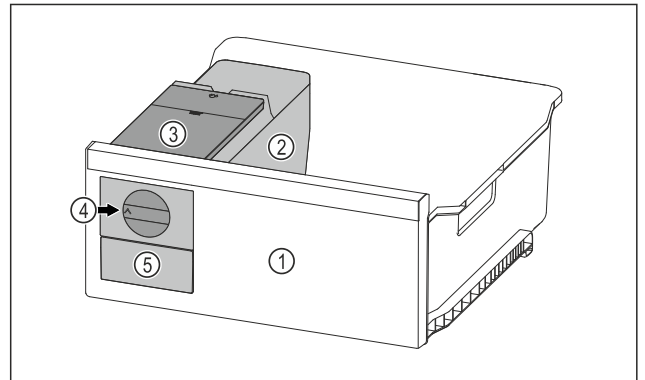

Fig. 179 Példaként szolgáló ábrázolás
- ▶ A forgógombot Fig. 179 (4) ütközésig forgassa el az óra járásával egyező irányban.
- ▶ A jégkockák a jégkockatartóból a jégkockafiókba Fig. 179 (5) hullanak.